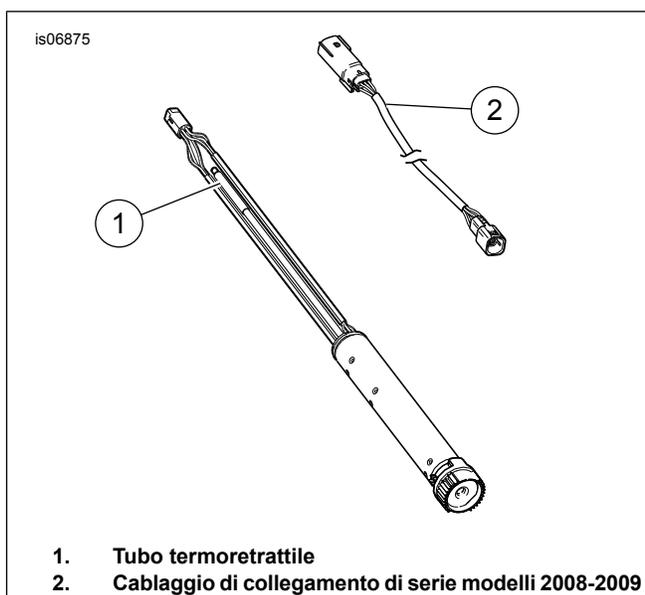

Figura 2. TGS e cablaggio modelli 2008 e 2009
3. Vedere Figura 2 Scollegare il cablaggio di collegamento TGS dal TGS e dal cablaggio principale ed eliminare il cablaggio di collegamento di serie (2).